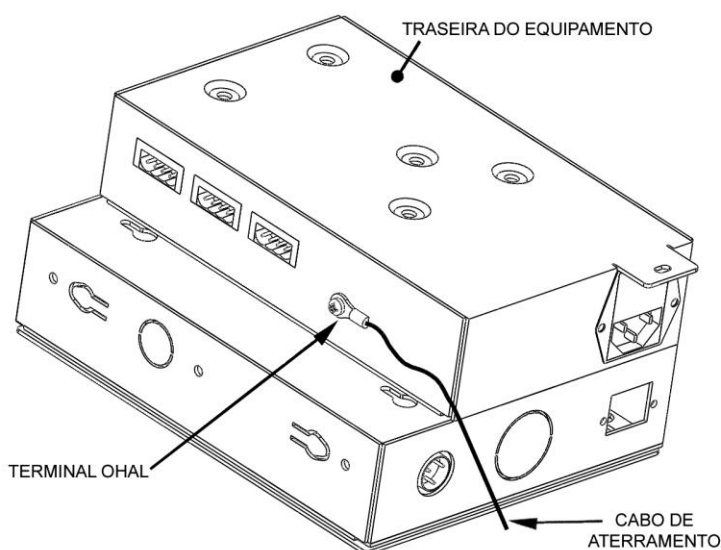

Figura 2 Localização do Ponto de Aterramento do Ecologic II.
- O ponto de aterramento do *Ecologic II* é mostrado na Figura 2.